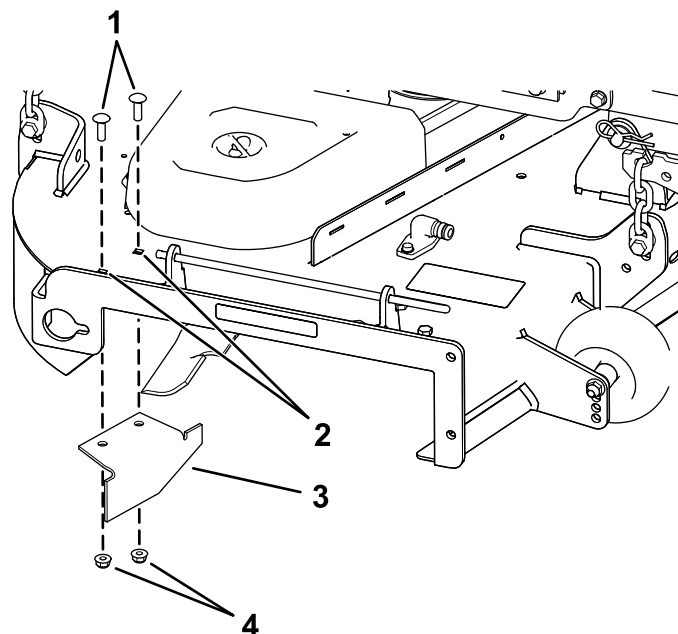

Figure 20
14. Localisez le déflecteur d'ouverture dans le sachets des pièces détachées, retirez les fixations des trous arrière de la plaque d'éjection et fixez le déflecteur sur l'ouverture d'éjection latérale du plateau de coupe (Figure 20).